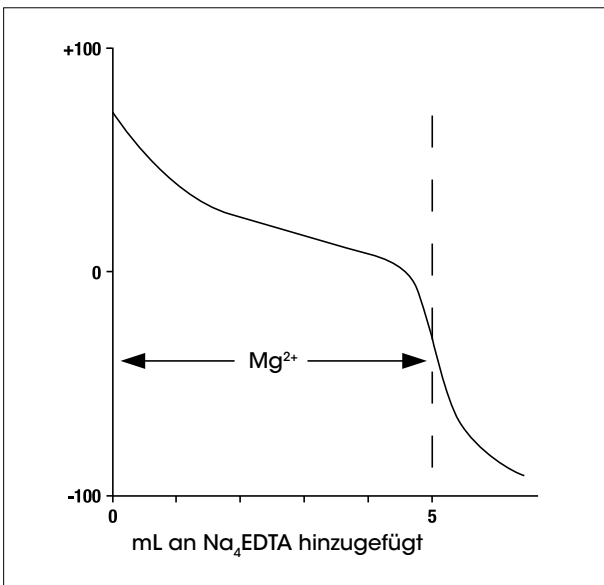

Abbildung 4 – Titration von 100 mL 10^{-3} mol/L Mg^{2+}
4. Führen Sie eine Äquivalenzpunkttitration durch und verwenden Sie hierbei ein EQP-Methodentemplat, das in den Tx Excellence- und G20 Compact-Titratoren gespeichert ist. Der Äquivalenzpunkt einer Titration ist der Punkt mit der grössten Steigung (Wendepunkt). Siehe **Abbildung 4**.